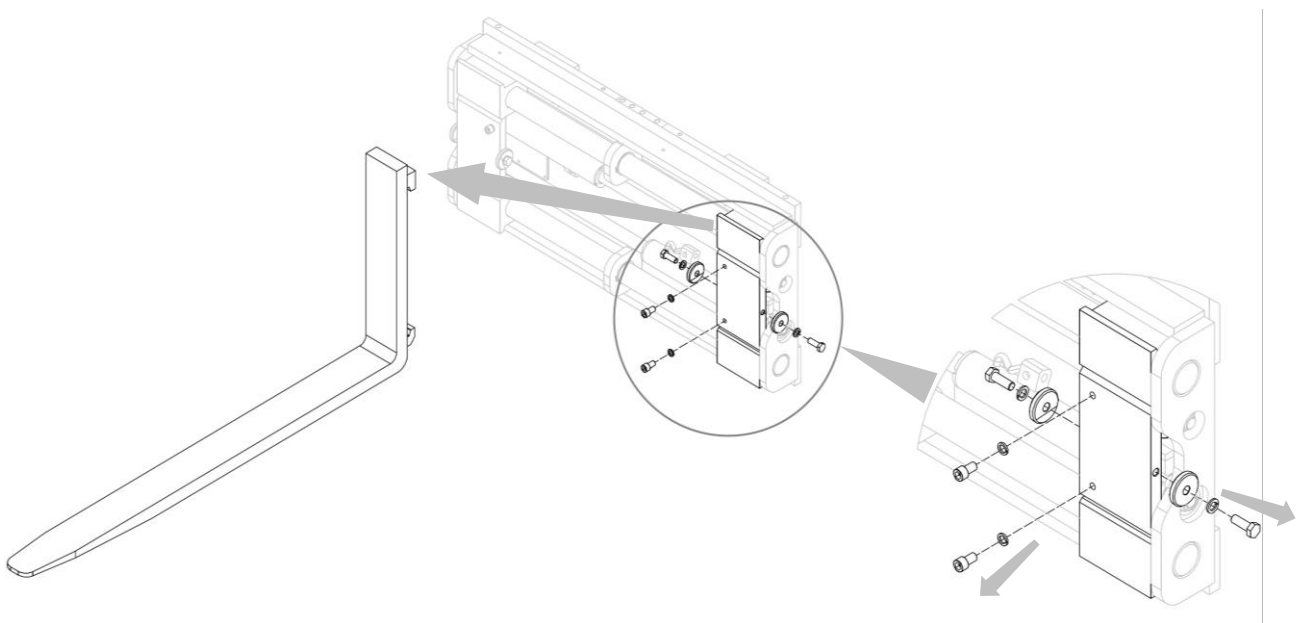

Figure 18
2. Remonter les fourches après avoir retiré les butées de fourche (voir *Figure 18*).